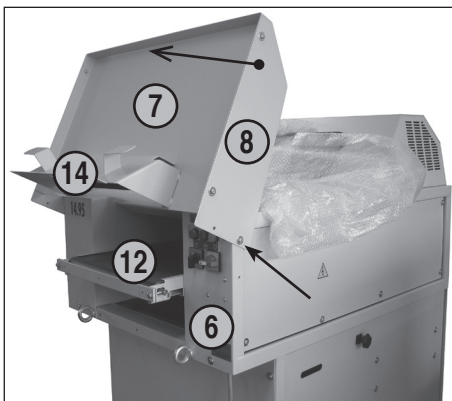

fig. 2
2. Desapertar um pouco o parafuso de cima, do lado esquerdo e do lado direito na chapa de protecção (ver marcação com setas da fig. 2), girar a mesa (7) 180° para a frente e voltar a apertar bem os dois parafusos.